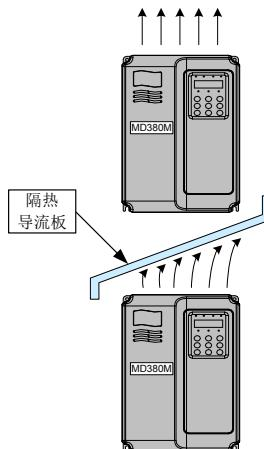

图 3-2 隔热导流板安装示意图上下安装图
- 2) 请向上垂直安装主轴伺服驱动器，便于热量向上散发。若柜内有多台主轴伺服驱动器时，请并排安装。在需上下安装的场合，请参考图 3-2，安装隔热导流板。